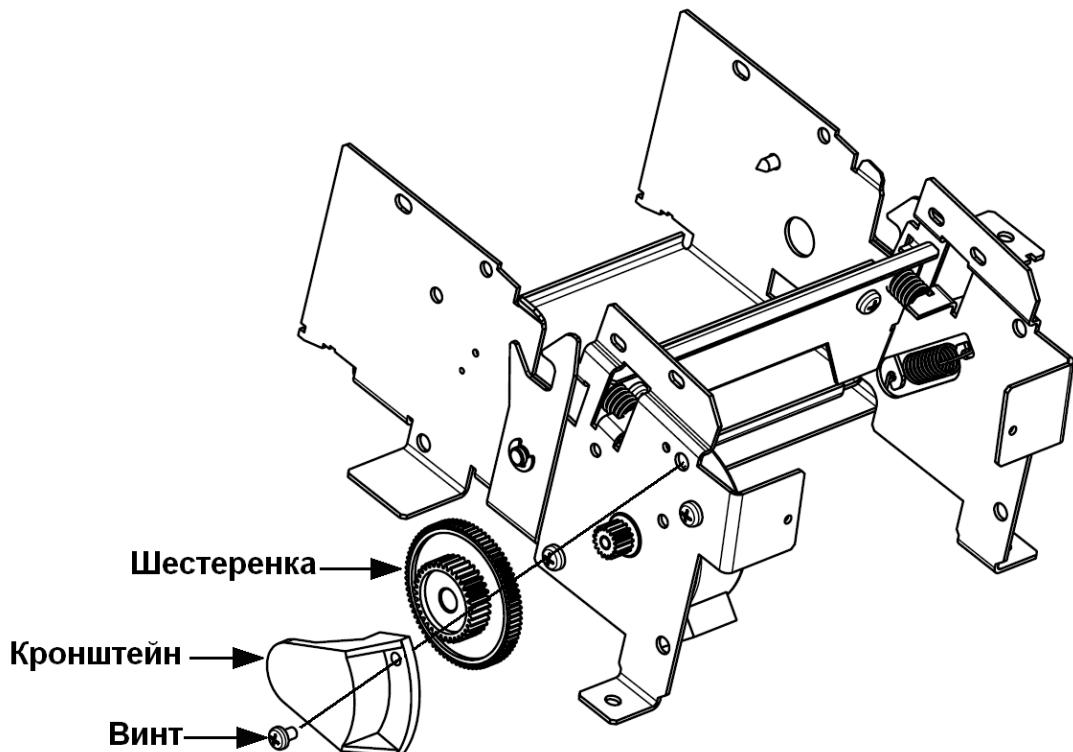

Рис.13 Снятие кронштейна
- Снимите кронштейн с шестеренкой, для чего открутите винт (см. Рис.13).